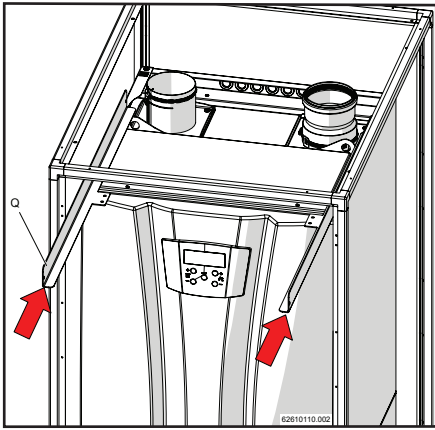
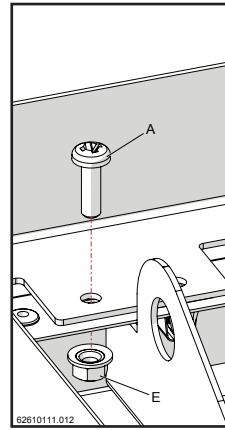
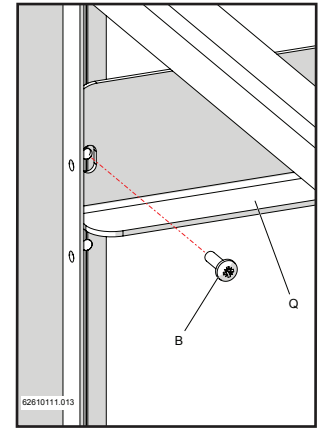

Figure 13-12
Figure 13-14
Figure 13-15
- 7.- Insérer les étriers de fixation supérieurs « Q » (figures 13-12 et 13-13). Appliquer ensuite la vis « A » avec l'écrou « E » pour la fixation des étriers de l'appareil (figure 13-14) de la vis « B » pour la fixation des étriers au châssis de la couverture extérieure (figure 13-15).